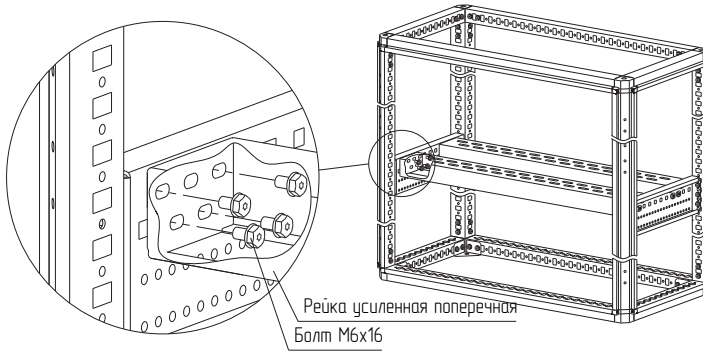

Рисунок 38
4.21.3 Установите рейку усиленную поперечную между реек усиленных боковых и закрепите болтами М6×16 (рисунок 38).